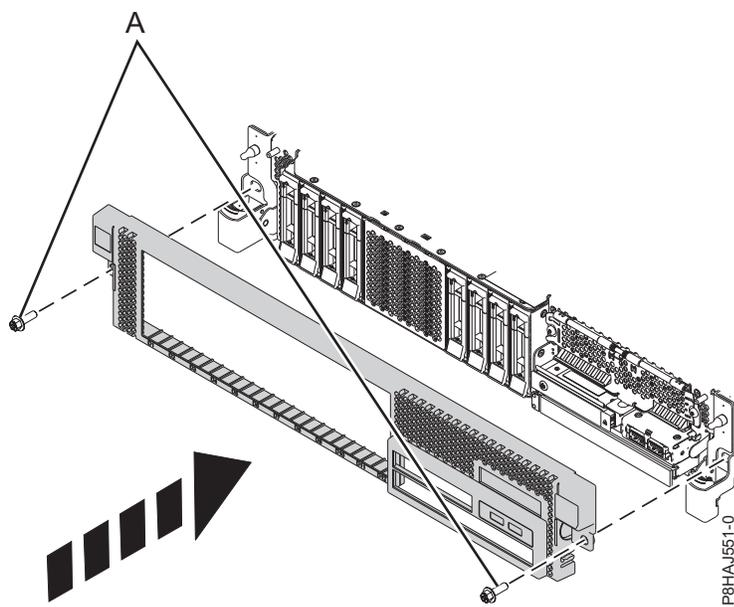

Abbildung 30. Vordere Abdeckung installieren
3. Verriegeln Sie die Entriegelungshebel in die in Abb. 30 auf Seite 51 dargestellte Richtung. Die Abdeckung schnappt ein und weist eine Vertiefung auf, an der Sie sie leichter festhalten können.
4. Bringen Sie die Transportschrauben (A) wieder an.